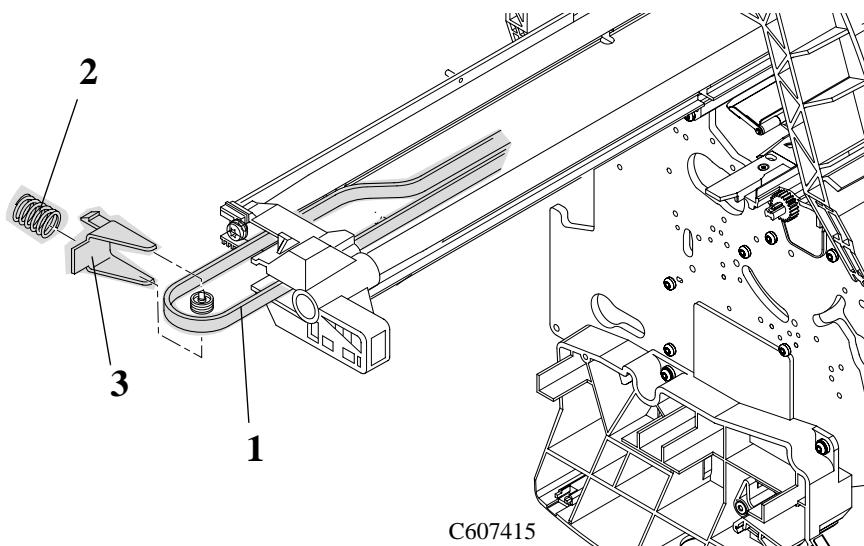

図 33 : テンショナ アッセンブリ
- 2 プリンタの左側で、テンショナ ウェッジクリップ(部品3)を使ってカチッという音がするまでスプリング(部品2)を縮め、ベルト(部品1)にかかっている張力をゆるめます(図33参照)。